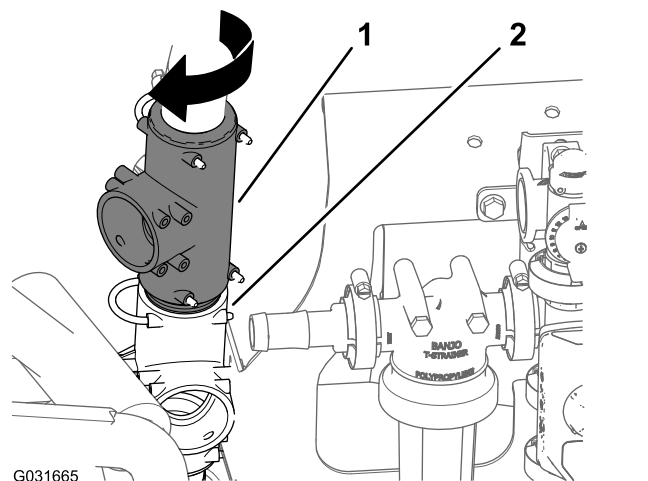

図 218
3. 上側T字フィッティングを右まわりに 45°程度回転させる 図 218。